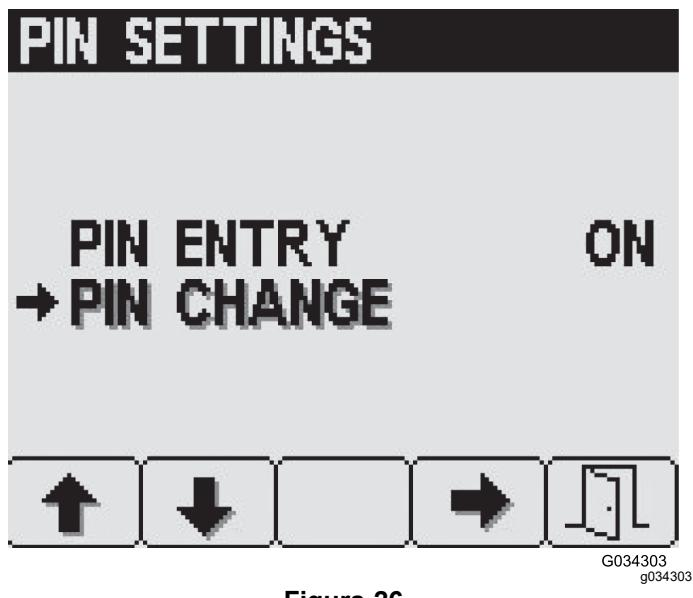

Figura 26
1. Prima os botões 1 ou 2 para selecionar a opção ALTERAÇÃO DO PIN (Figura 26).
2. Prima o botão 4 para selecionar a entrada ALTERAÇÃO DO PIN (Figura 26).